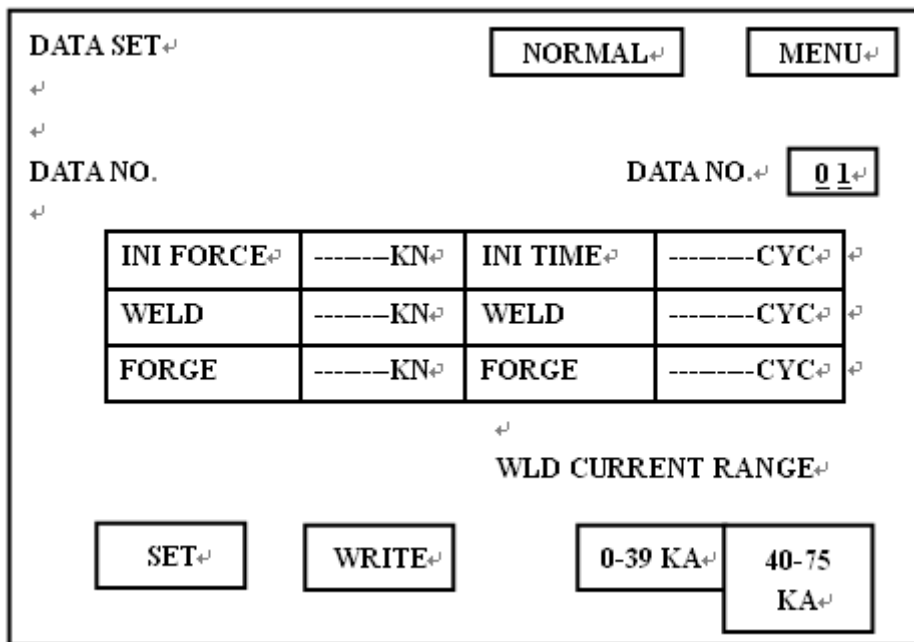

图 14-6 参数设置图
- 出现图 14-6 所示对话框：
(3) 对图 14-6 对话框上的各参数项的数值修改操作步骤